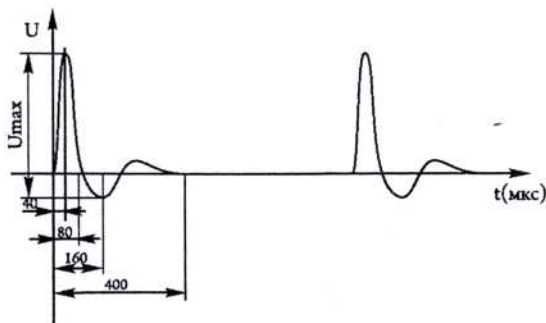

Рис. 2 Форма и временные характеристики выходных импульсов.
2.6. Форма и временные характеристики выходных импульсов приведены на рис.2.